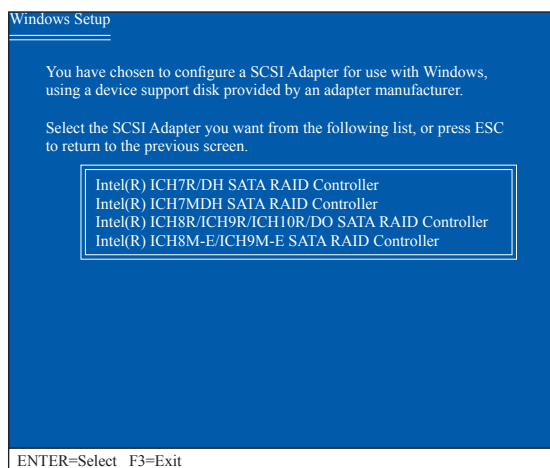

図 2
SATA RAID/AHCI ドライバを含むフロッピーディスクを挿入し、<S> を押します。次に、以下の図2のようなコントローラメニューが表示されます。Intel(R) ICH8R/ICH9R/ICH10R/DO SATA RAID Controller を選択し、<Enter> を押します。